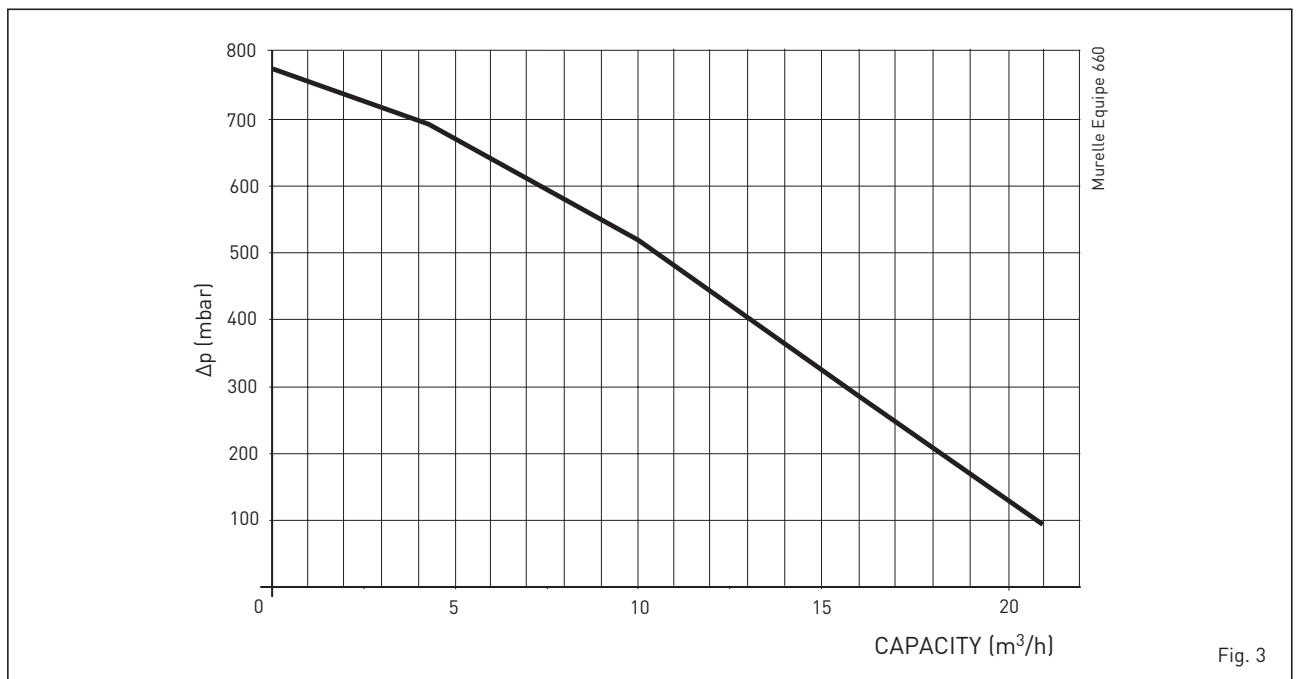

Fig. 3
1.5 AVAILABLE PREVALENCE TO THE SYSTEM, COLLECTORS DELIVERY AND SUPPLY FITTINGS (fig. 3)